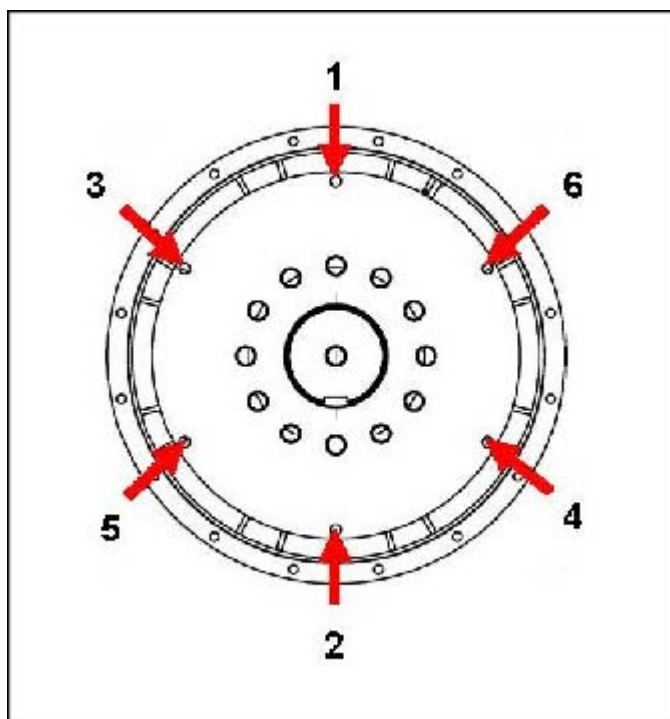

图 19. 飞轮固定顺序
10. 按照所示顺序拧紧螺栓以将耦合盘固定到飞轮上 图 19 在第 xx 页 34